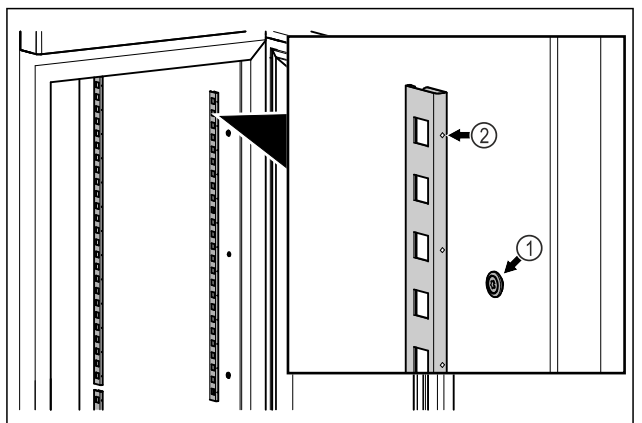

Fig. 56 Eksempelfremstilling
- ▶ Hekt sperrelistene inn i opphenget Fig. 56 (1). Markeringen Fig. 56 (2) må peke fremover.